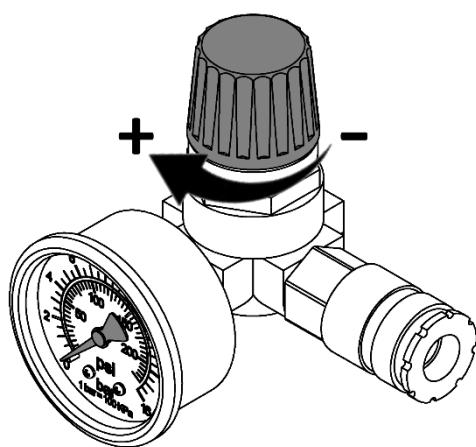

Рисунок 10
8.4.1 Настройка давления в подсоединеных исполнительных устройствах регулятором давления осуществляется следующим образом (рисунок 10):